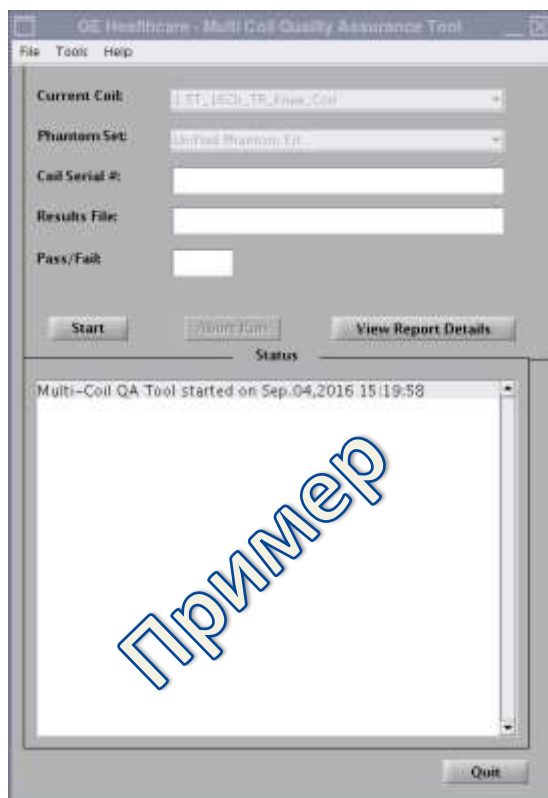

Рис. 3
Поле Current Coil (Подключенная катушка) будет заполнено автоматически (Рис. 3) на основании идентификационных данных катушки, подключенной к LPCA. Введите серийный номер тестируемой катушки в поле Coil Serial # (Серийный номер катушки).
2. Нажмите кнопку **[Start]** (Пуск), чтобы начать автоматический тест, как показано на Рис. 3. В зависимости от количества тестовых зон (сложность катушки) испытание может занять от 3 до 5 минут.